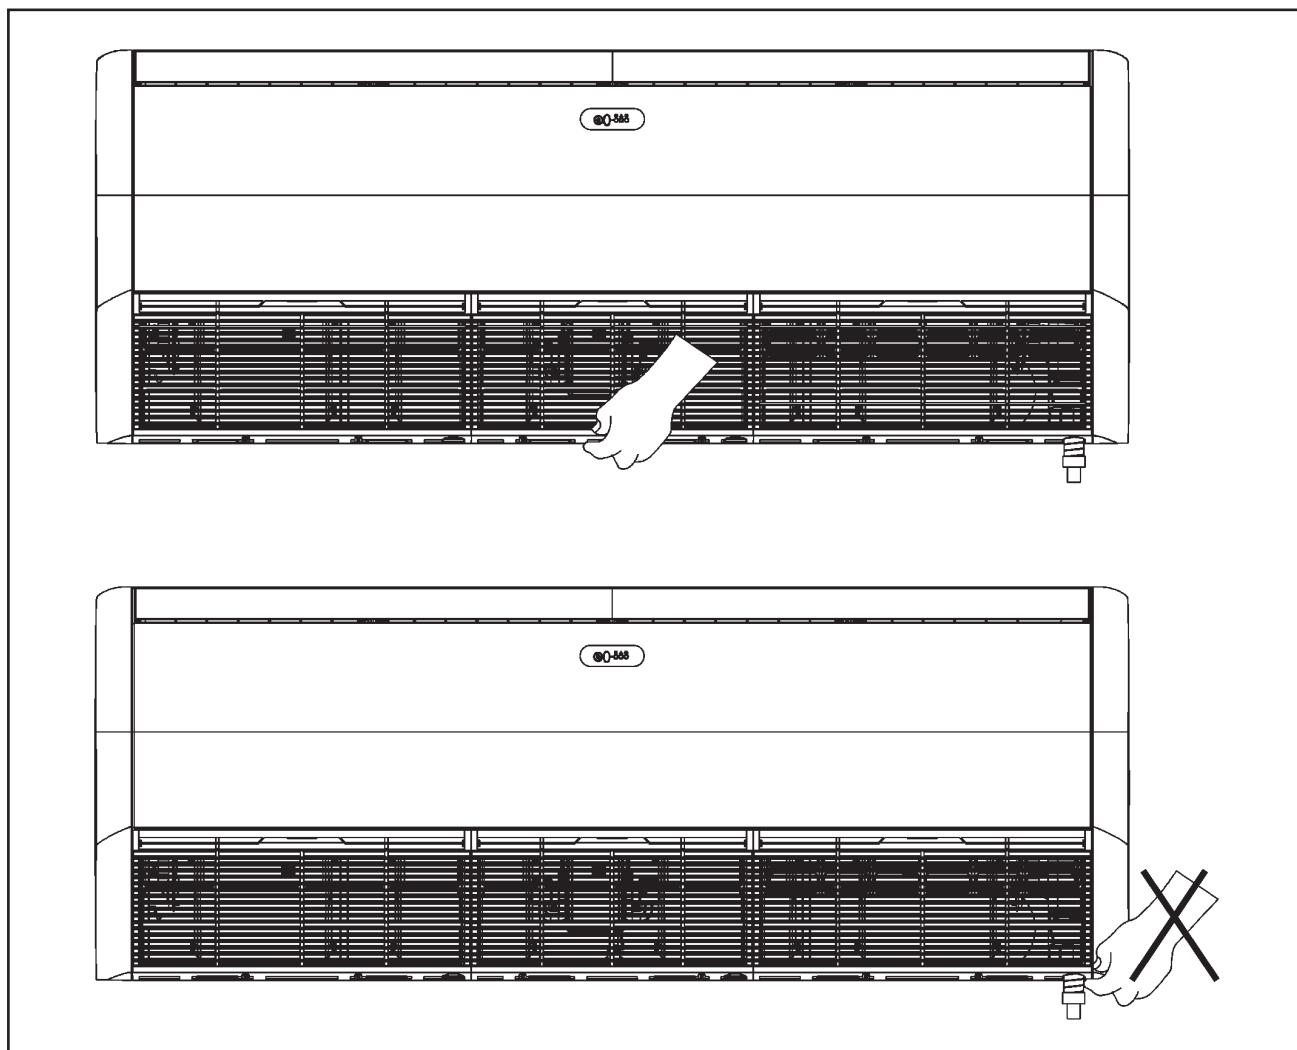

FIGURA 2 - MANEJO DE LA UNIDAD EVAPORADORA.
***Nunca suspenda o cargue la unidad evaporadora por los lados (laterales) plásticos. Asegúrela en las partes metálicas de acuerdo a la figura 2.***